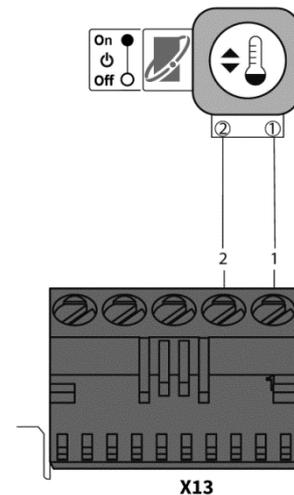

Abb. 18: Anschluss Raumthermostat oder OpenTherm Raumeinheit
- ➔ Schließen Sie den Raumthermostat gem. Abb. 18 an.
- ➔ Schließen Sie die Regelungserweiterung gem. Abb. 18 an.